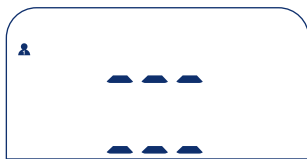

Figure 6
- Maintenez ensuite la touche SET enfoncée pendant au moins 4 secondes jusqu'à ce que l'affichage clignote d'abord, puis soit remplacé par des traits (Figure 6).
- Pour effacer toute la mémoire, rappelez les affichages des valeurs moyennes correspondantes (AVG.). Maintenez ensuite la touche SET enfoncée pendant au moins 4 secondes jusqu'à ce que la valeur moyenne clignote d'abord, puis soit remplacée par des traits (Figure 6).